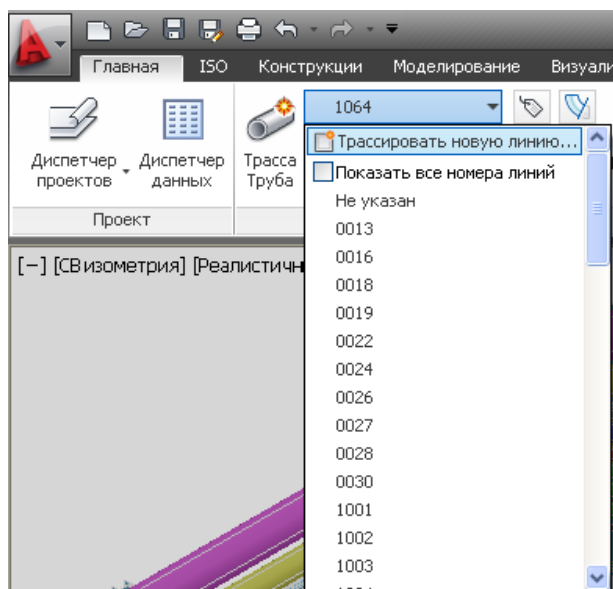

Рис. 106
- Установите номер линии, раскрыв список линий и установив галочку **Трассировать новую линию** (Рис. 106).